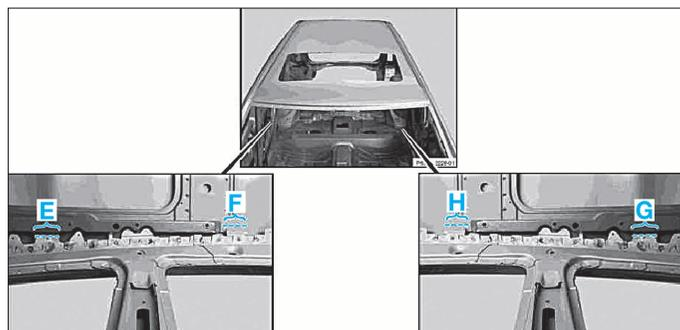

FIG. 131
• Ouvrir à l'aide d'une meuleuse les cordons (E), (F), (G) et (H) (Fig.131).